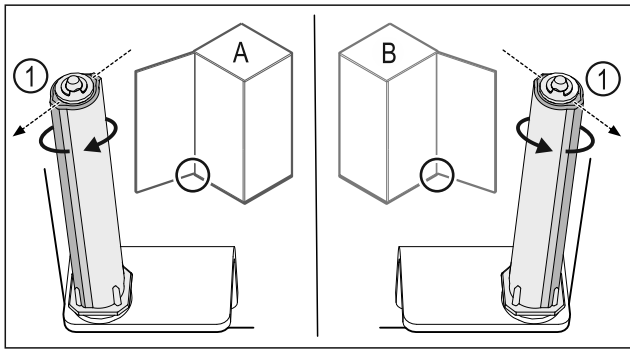

Fig. 42 Отваряне наляво (A) / отваряне надясно (B)
- ▶ Въртете затварящата система срещу съпротивлението, докато реброто на затварящата система Fig. 42 (1) сочи навън.